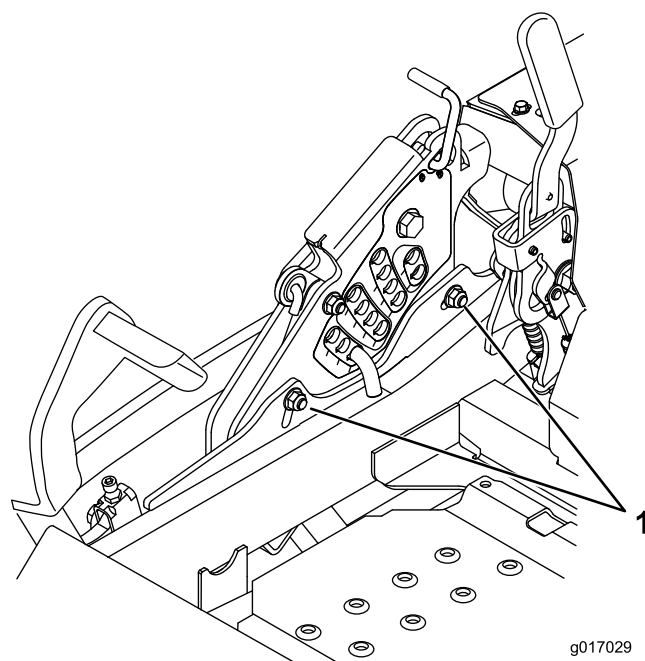

Figure 93
11. Pour régler le système monopoint, desserrez les deux boulons au bas de la plaque de hauteur de coupe. Voir Figure 93.
13. Serrez les deux boulons au bas de la plaque de hauteur de coupe (Figure 93). Serrez à un couple de 37 à 45 Nm (27 à 33 pi-lb).